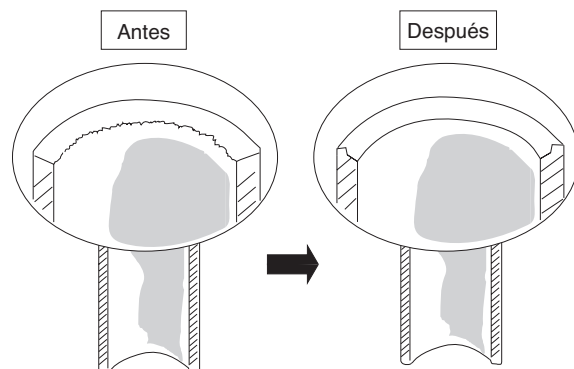

Fig. 8
- (1) Corte el tubo de cobre a la longitud requerida mediante un cortador de tubos. Se recomienda cortar aproximadamente 30 – 50 cm más largo que la longitud de tubo que usted estime necesaria.
- (2) Quite las rebabas en el extremo del tubo de cobre con un escariador de tubos o lima. Este proceso es importante y debe ser efectuado cuidadosamente para lograr una buena bocina. (Fig. 8)